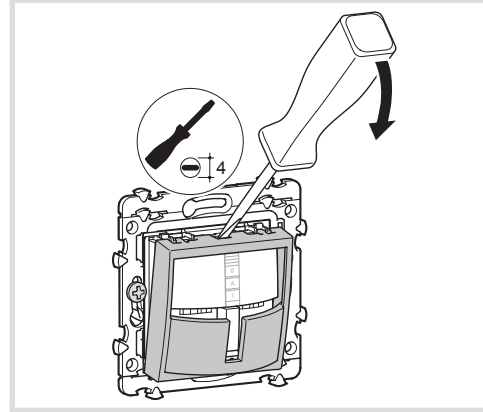

Figura 8: desmontagem da cobertura
- Remover a cobertura cuidadosamente com uma chave de fendas (Figura 8).
- Colocar o nível de luminosidade do potenciômetro (figura 8, 10) na posição TESTE.